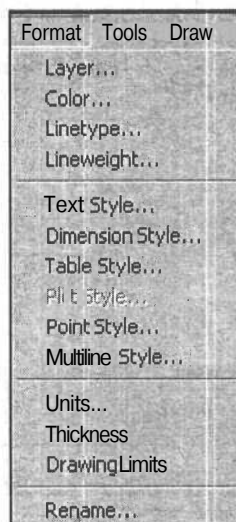
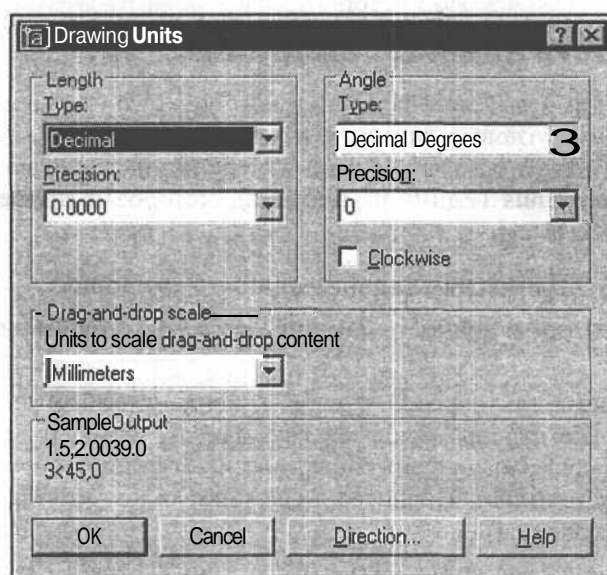

Рис. 2.3. Выпадающее меню **Format**
Рис. 2.4. Диалоговое окно **Drawing Units**
1. Подведите указатель курсора к строке меню и выберите в ней **Format** (Формат). Ниже курсора появится выпадающее меню (рис. 2.3), которое используется для работы с именованными объектами чертежа. Выберите в нем **Units** (Единицы). Появится диалоговое окно **Drawing Units** (Единицы рисунка) (рис. 2.4).
1. Откройте меню **Format** (Формат) (см. рис. 2.3) и выберите в нем **Drawing Limits** (Лимиты).